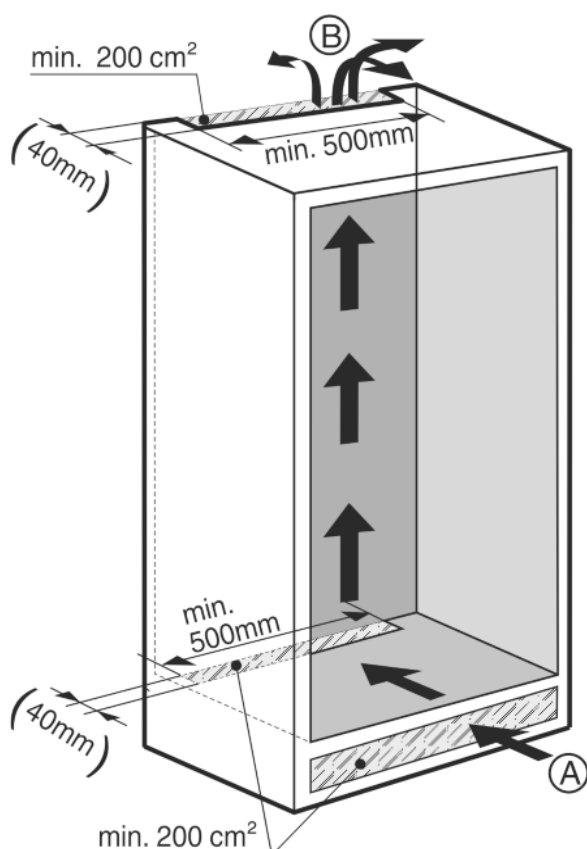

Fig. 3
- Должна иметься эффективная площадь вентиляционного отверстия, составляющая не менее 200 см2 для каждого устройства на входе воздуха Fig. 3 (A) и выходе воздуха Fig. 3 (B).